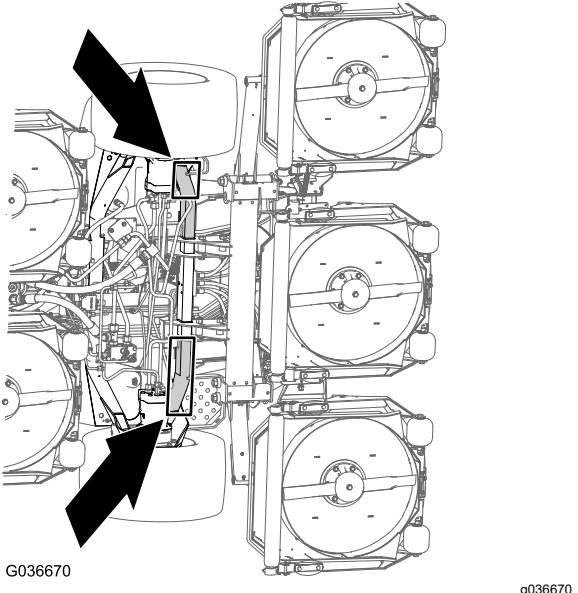

Bild 77
**Vorne an der Maschine:** Am Maschinenrahmen vor den Radantriebsmotoren (Bild 77)